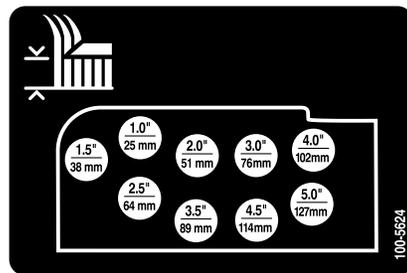

Рисунок 25
10. Закрепите цепи регулировки высоты скашивания в требуемом отверстии с помощью шплинтуемого штифта и игольчатого шплинта (Рисунок 25).